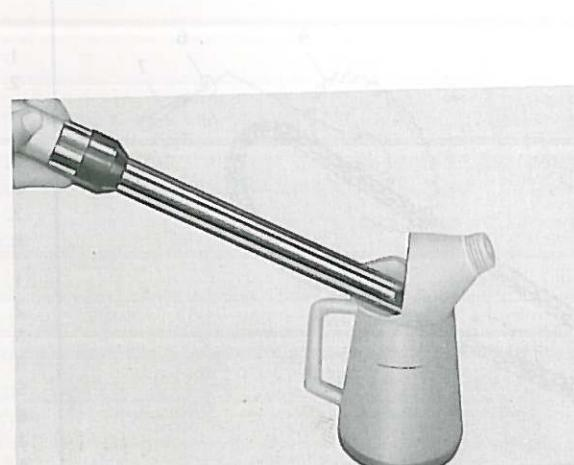

Fig. 5-6-2
2. Remove the caps and drain the oil from both fork tubes. (Fig. 5-6-2)
2. Enlever les bouchons, et faire couler l'huile des deux bras de fourche. (Fig. 5-6-2)
2. Verschlußkappen abnehmen und Öl aus beiden Gabelrohren ablassen. (Fig. 5-6-2)